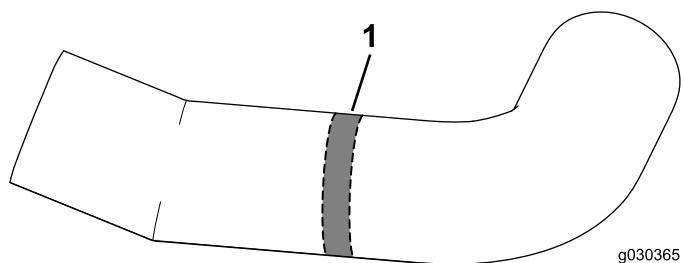

図 35
3. 図 35に示すように、ホースを長さ13mmほど切り取る。